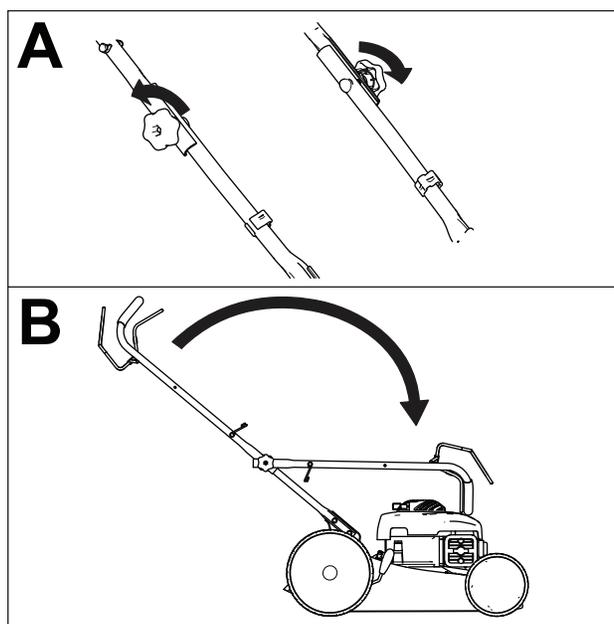

Bild 20
1. Lösen Sie die zwei Holmhandräder (Bild 20).